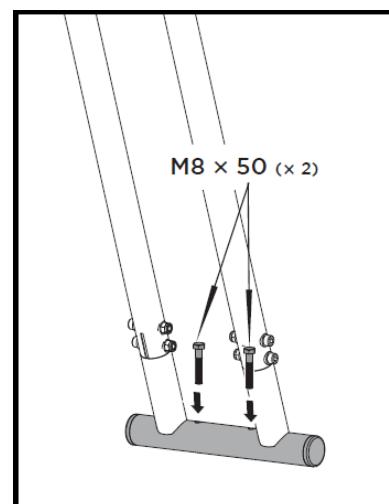

Fig. 12
1. Fissare la gamba di supporto (14) a una superficie dura e piana utilizzando due bulloni M8x50. Per i dettagli, fare riferimento alla Fig. 12.